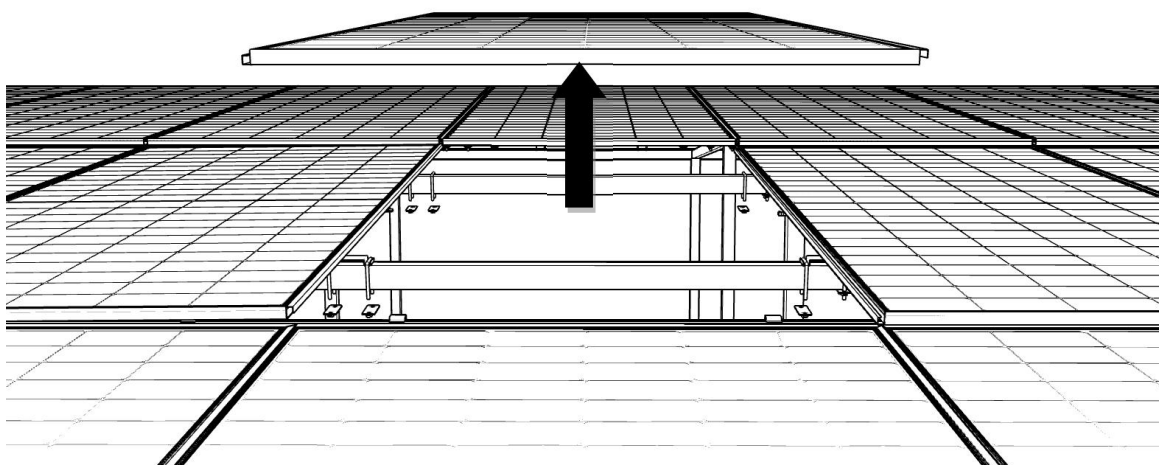

Figura 38
5. Levante o produto alvo e remova todo o produto. (Figura 38)